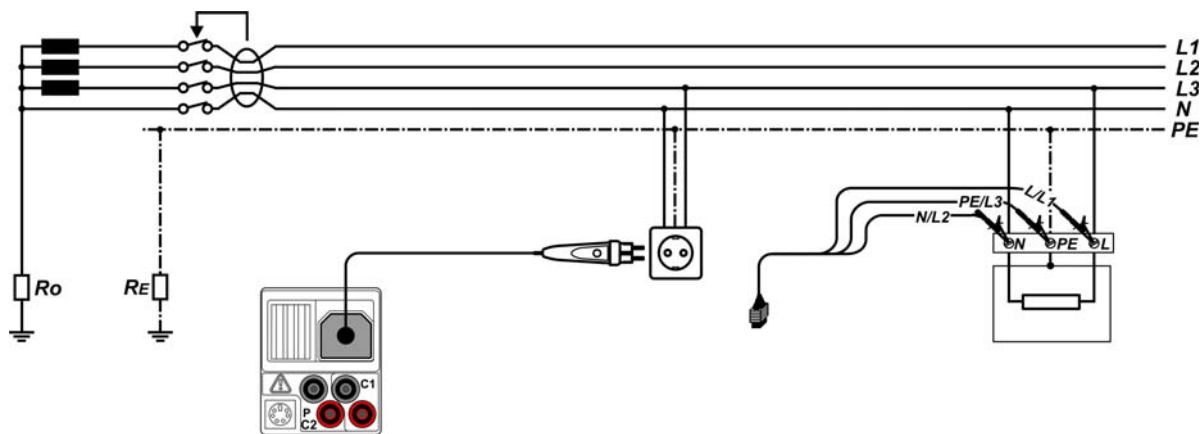

Bild 5.17: Anschluss des Plug Commanders (Netzsteckeradapter) und des Universalprüfkabels
- ❑ **Schließen** Sie die Prüflitungen am Prüfling **an** (siehe Bild 5.17).
- ☐ **Schließen** Sie die Prüfleitungen am Prüfling **an** (siehe Bild 5.17).
- ❑ **Schließen** Sie die Prüfleitungen am Prüfling **an** (siehe Bild 5.17).
<ul style="list-style-type: none"> <input type="checkbox"/> Wählen Sie mit dem Funktionswahlschalter die Funktion RCD. <input type="checkbox"/> Setzen Sie die Unterfunktion auf AUTO. <input type="checkbox"/> Stellen Sie (bei Bedarf) die Prüfparameter ein. <input type="checkbox"/> Schließen Sie das Prüfkabel am Instrument an. <input type="checkbox"/> Schließen Sie die Prüfleitungen am Prüfling an (siehe Bild 5.17). <input type="checkbox"/> Drücken Sie die Taste TEST, um die Messung durchzuführen. 	Start der Prüfung